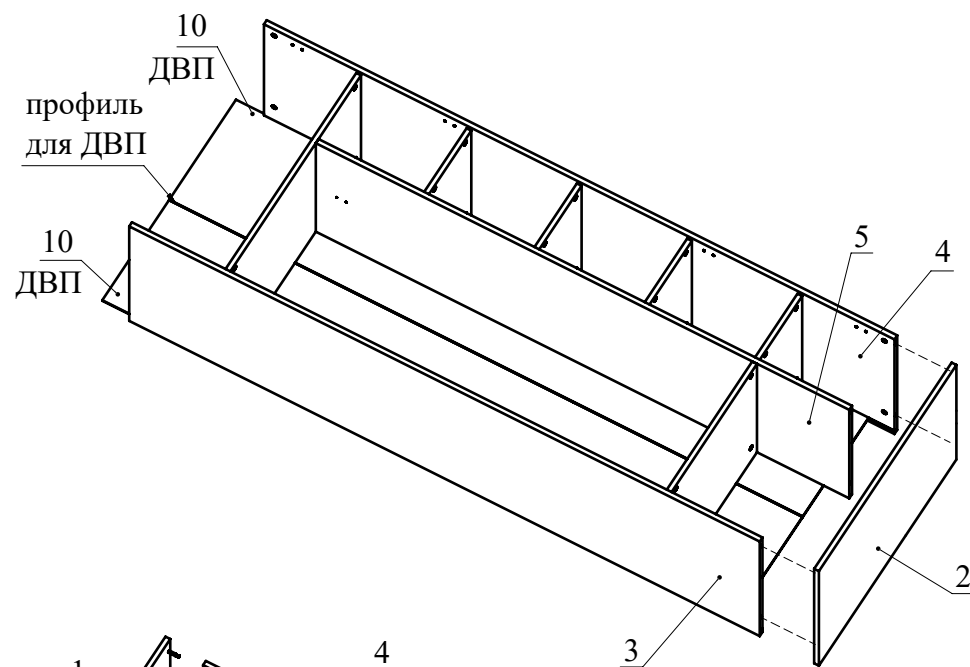

Рис.5
- В пазы деталей 2, 3, 4 вставьте задние стенки из ДВП, установив профиль для ДВП (Рис. 5).